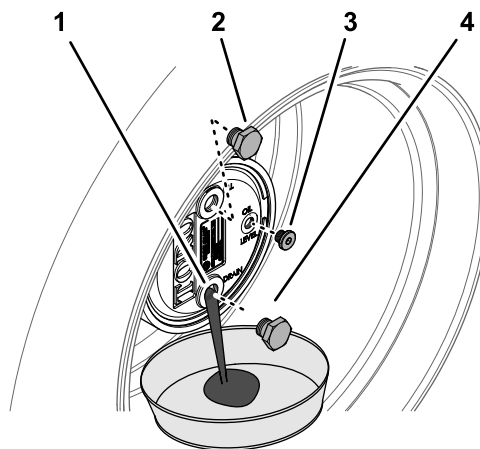

Figura 102
2. Rimuovete il tappo di riempimento nella posizione a ore 12 e il tappo di controllo nella posizione a ore 3 (Figura 102).
3. Mettete una bacinella sotto il mozzo del planetario, togliete il tappo di spurgo nella posizione a ore 6 e lasciate defluire l'olio (Figura 102).
5. Inserite il tappo di spurgo nel foro di spurgo dell'alloggiamento degli ingranaggi planetari (Figura 102).